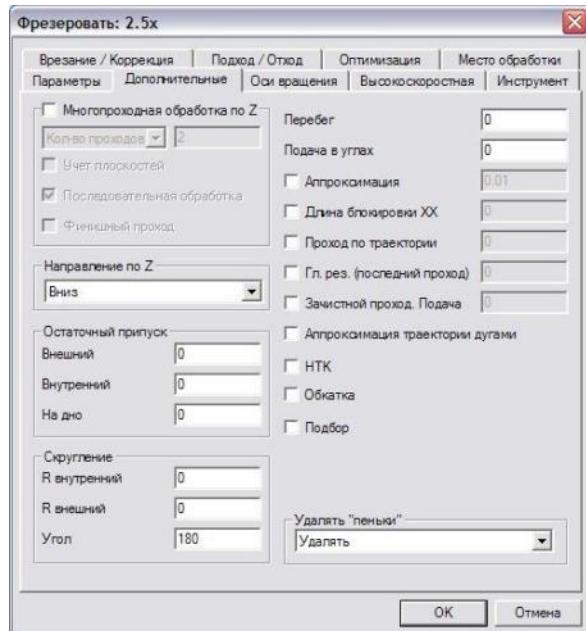

Рисунок 9. Вкладка Дополнительные
- Уберите флажок в графе "Обкатка" (см. рис. 9).